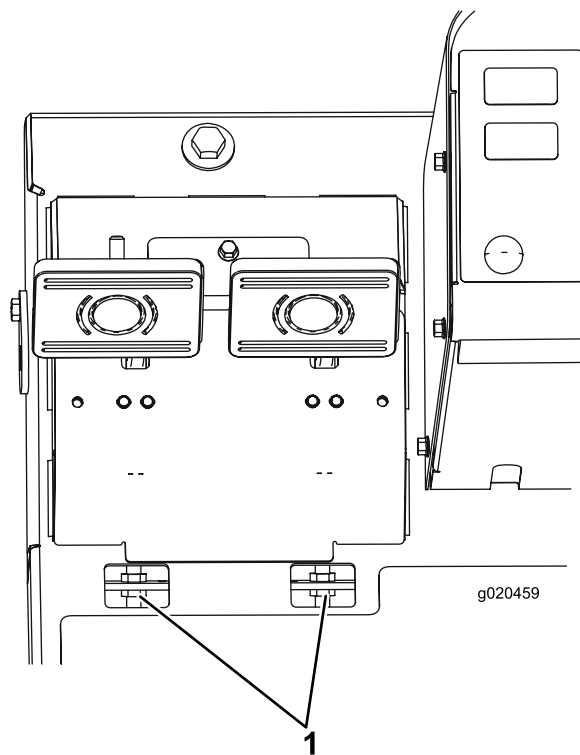

Рисунок 70
- В. Отпустите переднюю гайку на резьбовом конце гибкого тросика тормоза (Рисунок 70).